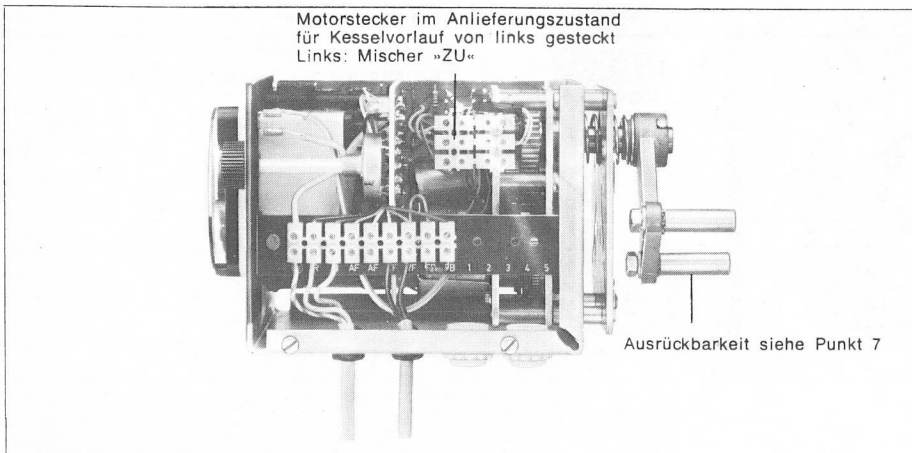

Bild 4 Zentralgerät ELFATHERM M/MF offen (Klemmenleiste mit Motorstecker)
1. Montage (Bild 4 offenes Gerät, Motorstecker sichtbar)
Das Gerät ist mit dem entsprechenden Anbausatz auf den Mischer zu montieren. Der Motorstecker (in Bild 4), muß je nach Anlage für Kesselvorlauf von links oder rechts gesteckt werden. Im Anlieferungszustand ist dieser Stecker für Kesselvorlauf von links gesteckt, der Motor steht in der Stellung »ZU« für den Kesselvorlauf von links. Der Programmschalter muß dabei auf »ZU« stehen. Wird der Motorstecker für Kesselvorlauf von rechts umgesteckt, läuft der Stellmotor bei Programmschalterstellung »ZU« in die neue ZU-Stellung (Laufdauer 4 min.).